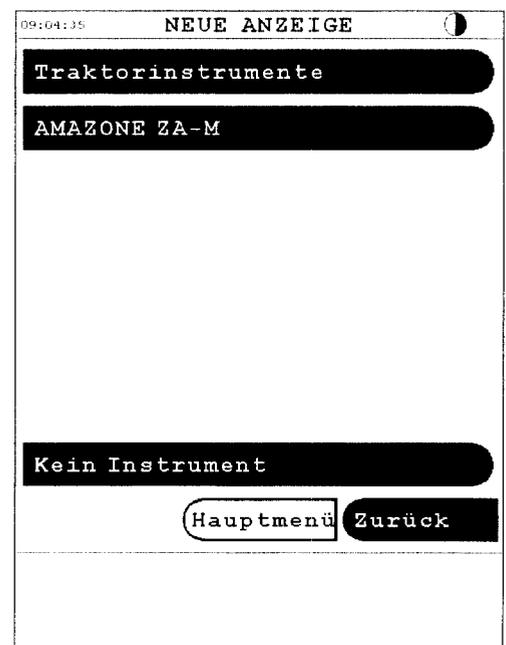

Fig. 3
- Durch Tastendruck auf eines der Felder öffnet sich das Menü NEUE ANZEIGE (Fig. 3)